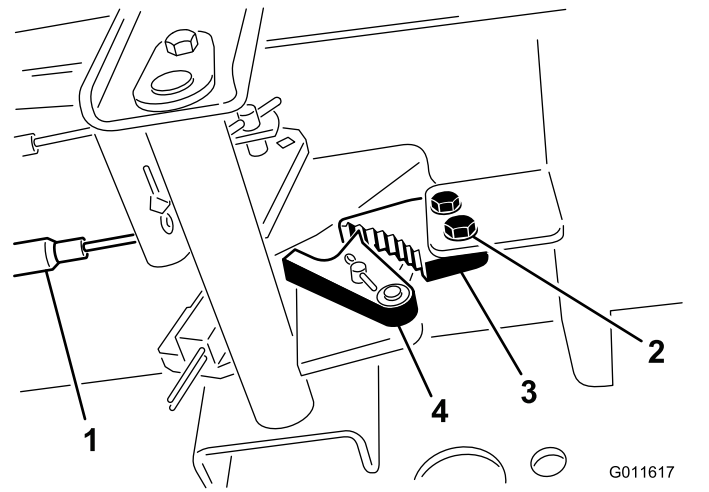

Figure 140
2. Desserrez les 2 vis qui fixent le cliquet du frein de stationnement au cadre (Figure 140).
3. Appuyez sur l'avant de la pédale du frein de stationnement jusqu'à ce que le verrou s'engage complètement sur le cliquet du frein (Figure 140).